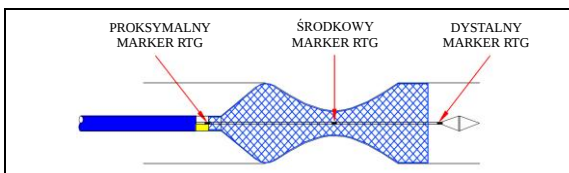

Rysunek 4.
- Gdy środkowy marker RTG osiągnie środek docelowego zwężenia, należy kontynuować ciągnięcie w tył złącza Y do momentu pełnego rozłożenia stentu. (Patrz rysunek 4, 5)
- Gdy środkowy marker RTG osiągnie środek docelowego zwężenia, należy kontynuować przesuwanie w przód w kierunku złącza do momentu pełnego rozłożenia stentu. (Patrz rysunek 4, 6)